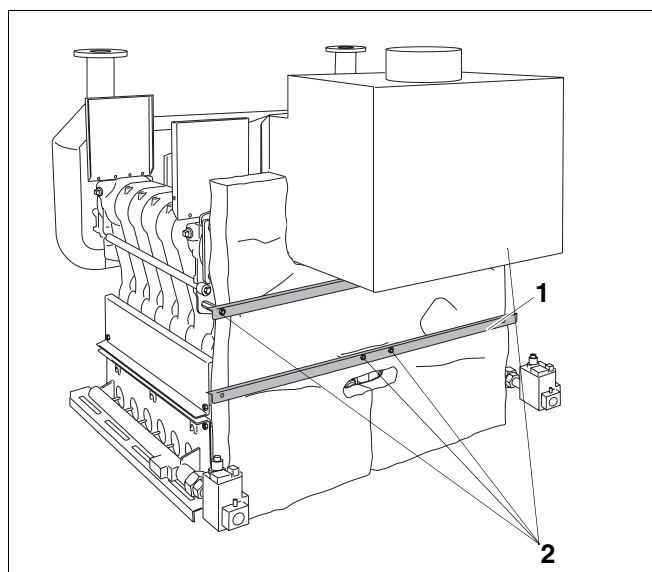
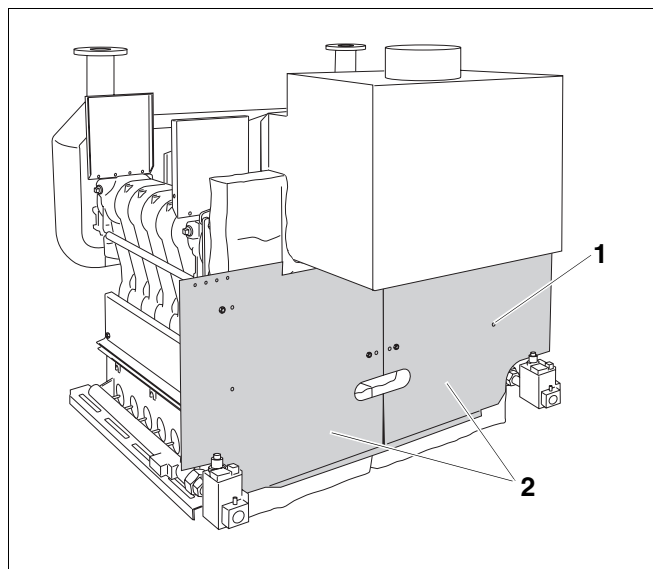

Рис. 47 Крепление задних уголков
Рис. 48 Установка задних стенок
Два задних уголка (рис. 47, **поз. 1**) находятся в упаковке пакета А.
- Надеть оба задних уголка (рис. 47, **поз. 1**) отбортовкой вверх на распорные шпильки М8 x 75 (рис. 47, **поз. 2**).
- Закрепить уголки, накрутив гайки М8 с напрессованной шайбой на распорные шпильки М8 x 75 (рис. 47, **поз. 2**).
- Надеть задние стенки (рис. 48, **поз. 2**) на распорные шпильки M8 x 75 (рис. 47, **поз. 2**, стр. 42).
- Закрепить задние стенки (рис. 48, **поз. 2**) винтами с плоской головкой 3,9 x 9,5 (рис. 48, **поз. 1** – 4 шт. на стенку) на задних уголках.